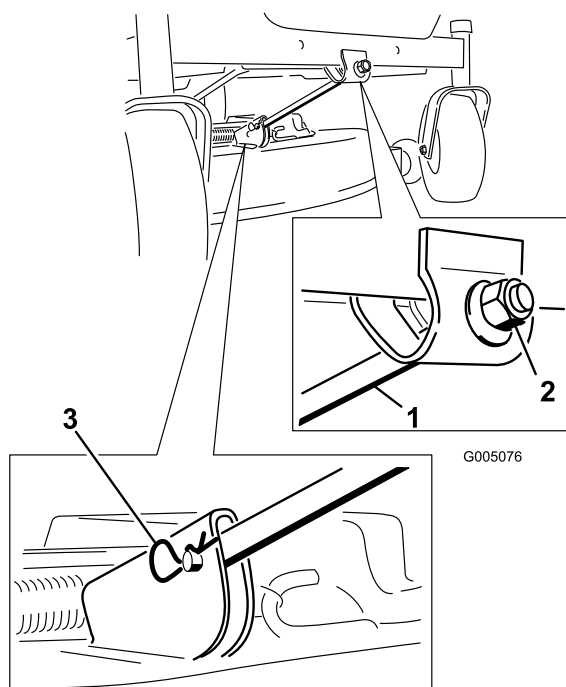

Bild 47
4. Entfernen Sie den Splint und den Lastösenbolzen von der vorderen Stützstange (Bild 47). Lassen Sie die Vorderseite des Mähwerks vorsichtig auf den Boden ab.
6. Befestigen Sie die vordere Stützstange mit den Lastösenbolzen und Splints am Mähwerk (Bild 47).